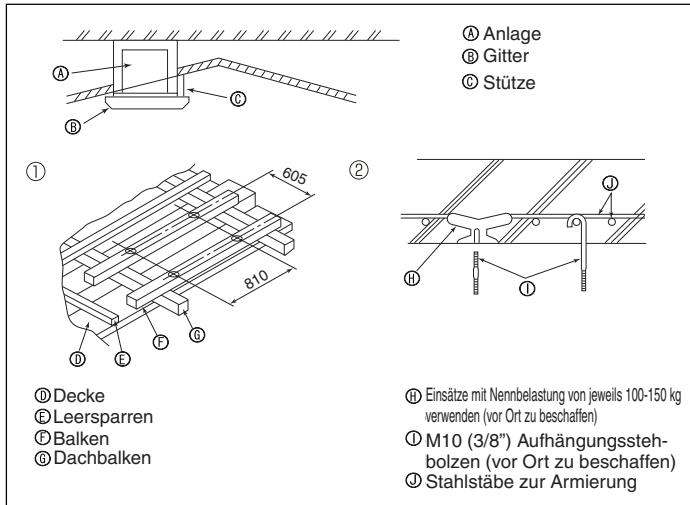

Fig. 3-5
⑫ Öffnung zum Ausschneiden ø100
⑬ Decke
3.5. Bauliche Gestaltung der Aufhängung (Baustuktur der Aufhängung muß hoch belastbar sein) (Fig. 3-5)